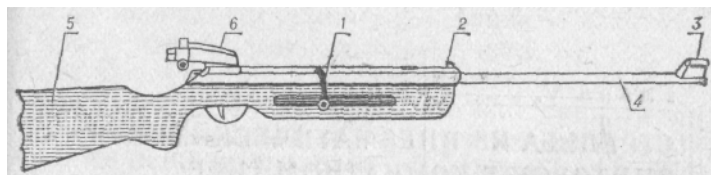

Рис. 32. Общий вид пневматической винтовки «311» (ГДР)
3. ПНЕВМАТИЧЕСКАЯ ВИНТОВКА ГДР МОДЕЛИ «311» (рис. 32)